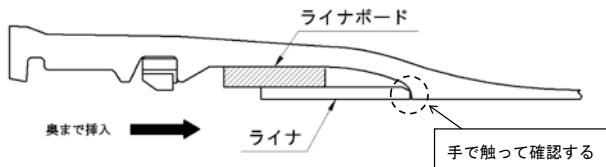

図41 ライナ位置の確認
- (2) 挿入後、ライナが受口奥部に当たっていることを手で触って確認する(図41)。